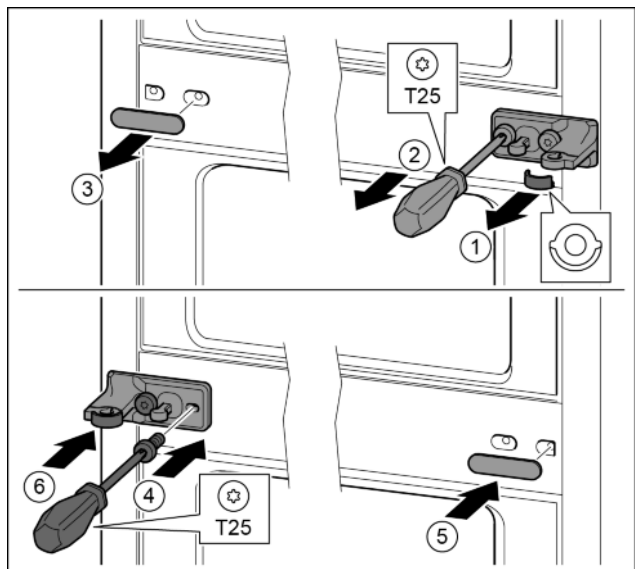

Fig. 34
- ▶ Húzza le a tárcsát. Fig. 34 (1)
- ▶ T25 csavarhúzóval tekerje ki a csavarokat. Fig. 34 (2)
- ▶ Óvatosan húzza le a fedelet. Fig. 34 (3)
- ▶ A csapágybakot a fóliával 180°-kal elfordítva erősen csavarozza fel a másik oldalra. Fig. 34 (4)
- ▶ A fedelet 180°-kal elfordítva szerelje a másik oldalra. Fig. 34 (5)
- ▶ A tárcsát előlről tolja be. Fig. 34 (6)